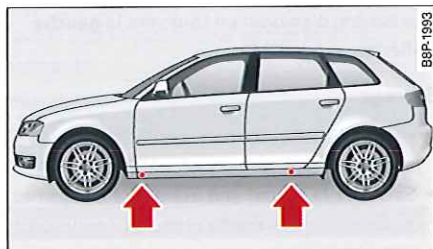
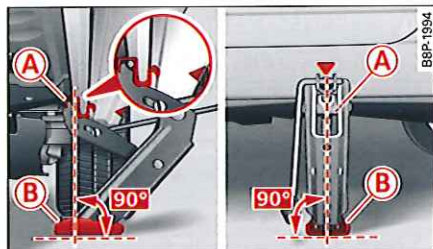

Fig. 195 Seuil : repères
Fig. 196 Bas de caisse : mise en place du cric
⇒ fig. 195. Le **point d'appui** du cric se situe sur le bas de caisse, derrière ce repère.
- ▶ Placez le cric sous le point d'appui et levez le **bras du cric*** en tournant la manivelle jusqu'à ce que la griffe du cric (A) ⇒ fig. 196 se trouve directement sous la nervure verticale du bas de caisse.
- ▶ Ajustez le cric de sorte que sa griffe entoure la nervure du bas de caisse et que la base mobile (B) du cric repose bien à plat sur le sol. La base (B) doit être placée à la **verticale** par rapport au point d'appui (A).
Le cric doit **uniquement** être placé au niveau des points d'appui prévus à cet effet sur le bas de caisse ⇒ fig. 195. Pour chaque roue il existe **un** point d'appui bien précis. Le cric ne doit pas être placé à d'autres endroits ⇒ ❶.